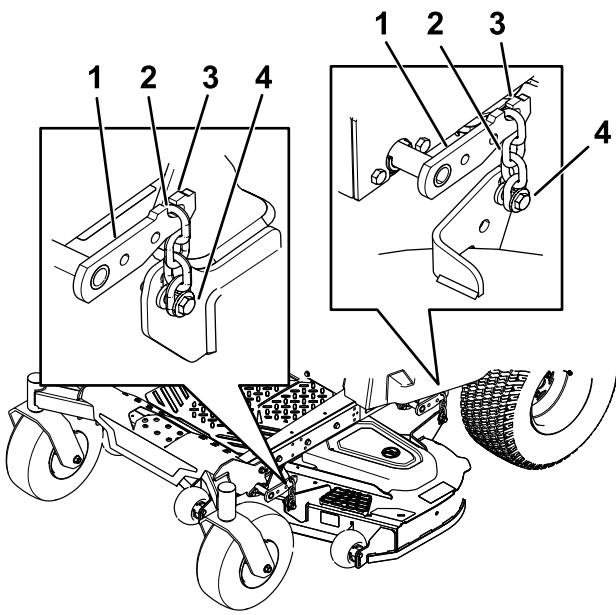

Bild 75
5. Lösen Sie die Einstellschrauben an allen vier Ecken, sodass das Mähwerk sicher auf allen vier Blöcken sitzt (Bild 75).
6. Stellen Sie sicher, dass alle vier Ketten gespannt sind (Bild 75).
7. Ziehen Sie die vier Einstellschrauben an (Bild 75).